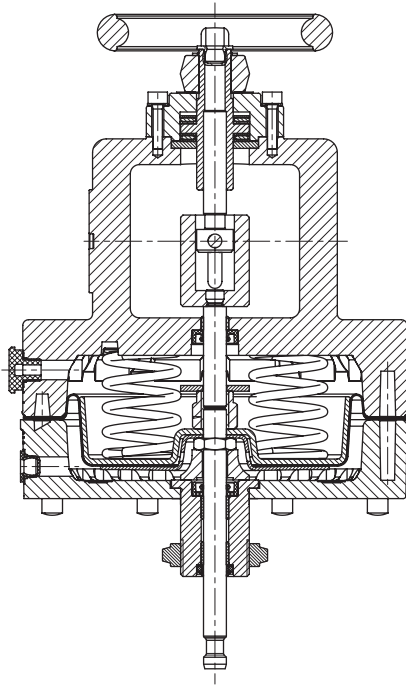

Bild 12: Typ 3271-5, Sicherheitsstellung Antriebsstange ausfahrend (FA), mit zusätzlicher Handverstellung
- **Typ 3271-5 · Antriebsfläche 120 cm²**, Gehäuse aus Aluminium-Druckguss (Bild 4), wahlweise mit zusätzlicher Handverstellung (Bild 12)